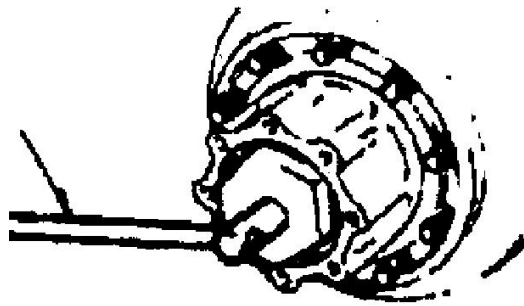

图 7-26
(10) 装调整螺母, 并调整轮毂轴承起动力,单锁紧螺母调整方法如下(图 7-26、27):